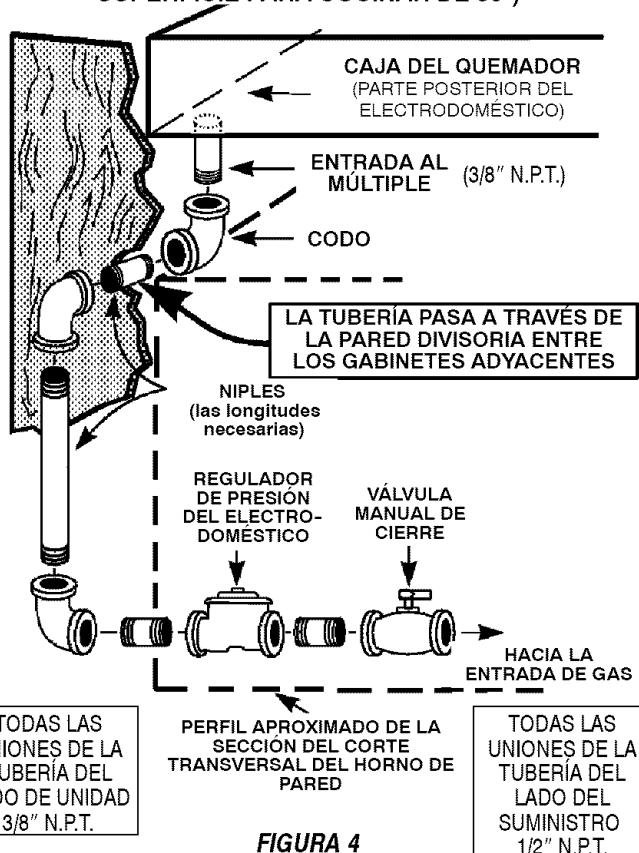

FIGURA 4
Nota, en referencia a la Figura 4, anterior:
- Para hacer más conveniente el servicio debe incluirse una unión (no se muestra; está disponible localmente) en la tubería que se ilustra en la figura 4, en la ubicación más práctica para la instalación. Por lo general, una ubicación práctica es el gabinete que se encuentra debajo de este electrodoméstico, cerca de la entrada del múltiple, en lugar de usar el gabinete adyacente.
Si el tomacorriente está montado en el gabinete adyacente a la derecha o a la izquierda, deberá proporcionarse un orificio como el descrito anteriormente en la pared divisoria entre los gabinetes. La figura 4 de la página 5, ilustra una pared divisoria típica (lado
izquierdo). El orificio (que no se muestra en la figura 4) puede ubicarse según sea conveniente en esta pared izquierda o en la pared derecha correspondiente.